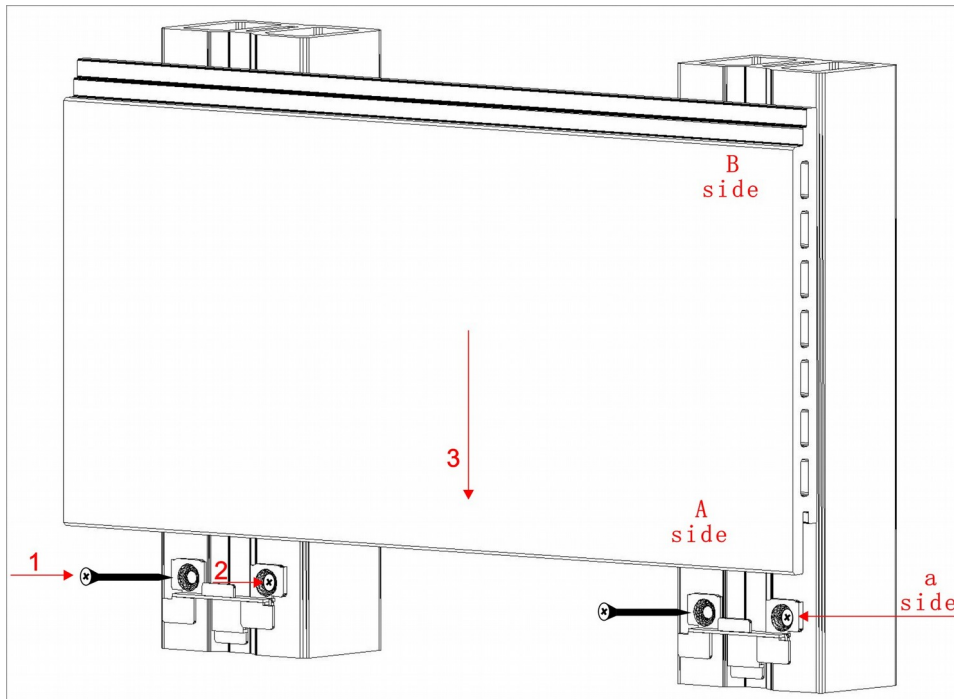

Рисунок 5
- Процедуры (см. **Рисунок 5**):